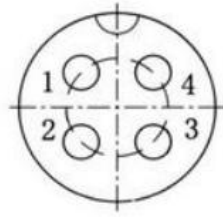

图 6 航空插座引脚定义
**对外供电接口：**P500 通过 4 芯航空插头为用户提供了两路外部供电，分别为：28V-42V\10A, 供电与 12V\2A。航空插座引脚定义如图 6 所示：